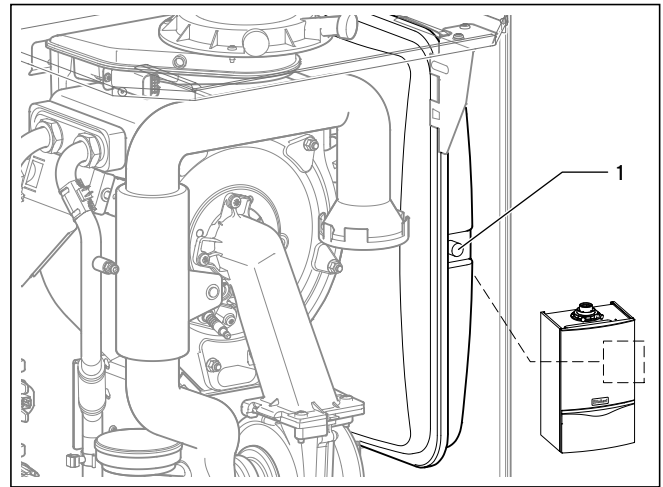

Fig. 11.6 Contrôle de la pression d'entrée du vase d'expansion à membrane
- Remplacez les joints (1) et (3) de la porte du brûleur (→ fig. 11.6).